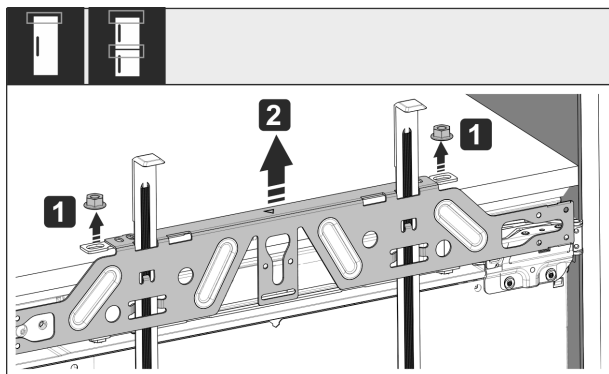

Fig. 51
- ▶ Oldja ki az ellenanyákat Fig. 51 (1).
- ▶ Vegye le a rögzítő kereszt-tartót Fig. 51 (2).